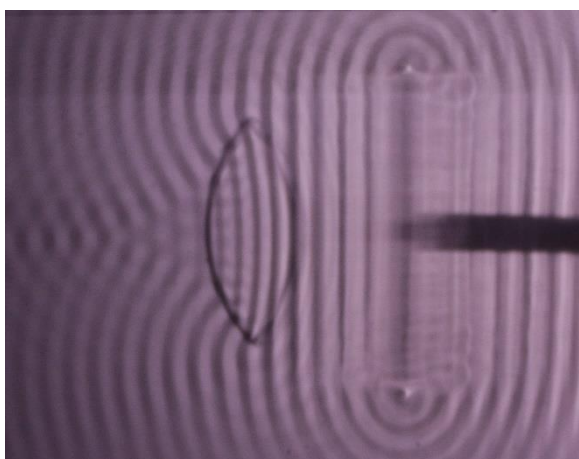
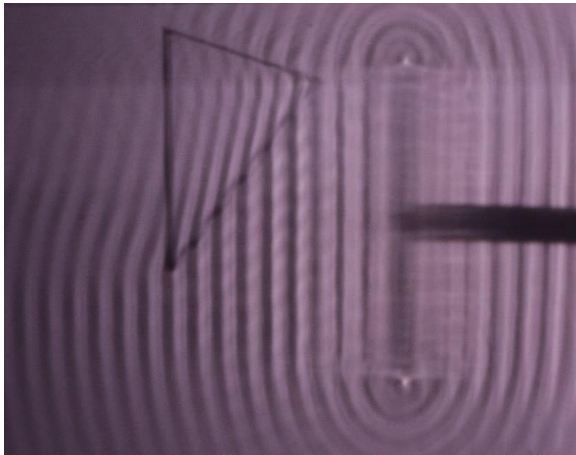

Fig. 2a: Refração de ondas planas em uma lente biconvexa
Fig. 2c: Refração de ondas planas em um prisma
- Gire o prisma de modo que seu lado longo, que fica voltado para longe do excitador de ondas, fique paralelo ao excitador de ondas (Fig. 2c).
Atrás da lente biconvexa, formam-se ondas circulares convergentes, focando-se num ponto (Fig. 2a). Atrás da lente bicôncava, as ondas circulares divergentes parecem ter origem num ponto focal virtual à frente da lente (Fig. 2b). O prisma desvia as ondas planas (Fig. 2c).